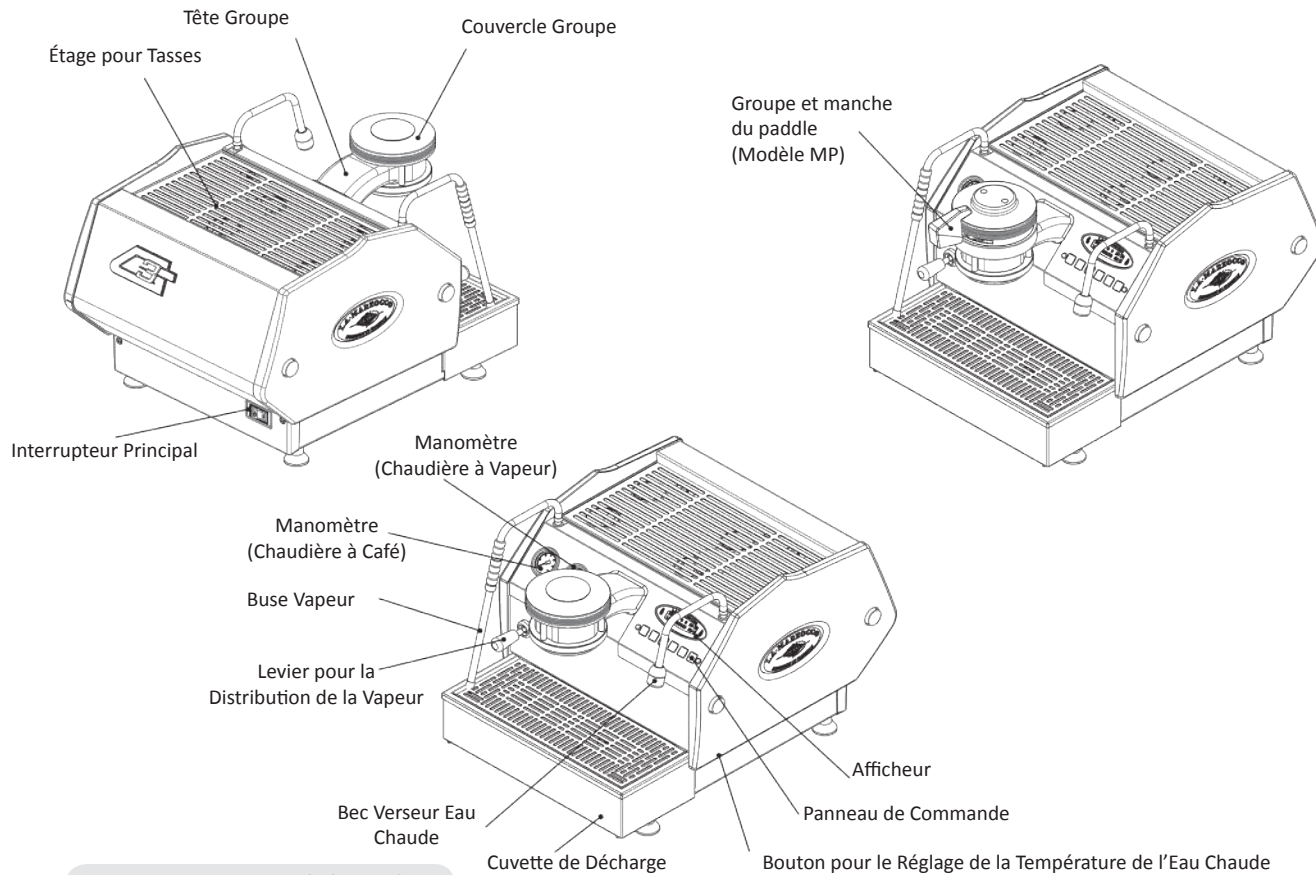

Figure 2 - Description de la Machine
2. Distribution du Café. Il est à présent possible d'enlever le porte-filtre pour préparer les boissons à base de café. Mettre du café dans le porte-filtre en utilisant un filtre une dose ou deux doses. Presser le café moulu à l'aide du tasseur fourni et installer le porte-filtre sur la GS/3. Sur le modèle AV, appuyer sur un bouton de distribution pour lancer le procédé de distribution ou déplacer la poignée du panneau de commande de droite à gauche pour commencer la distribution sur le modèle MP (voir Fig. 2).
du Logiciel pour de plus amples informations). La température de l'eau produite peut en outre être réglée en utilisant la soupape sous le panneau droite de la machine à café espresso (voir illustration relative à la description de la machine, Figure 2 et les instructions à la page suivante).